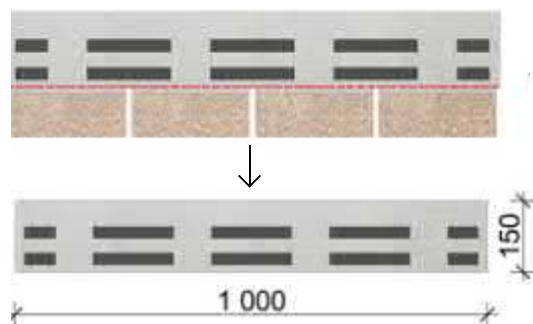

Рис. 7. Изготовление стартовой полосы.
8.4.5 Последующие ряды фасадной плитки необходимо монтировать с заходом на планки наличника. Ряд, заходящий на верхнюю планку наличника, следует монтировать на стартовую полосу, изготавливаемую из фасадной плитки путём отрезания лепестков (рис. 7).